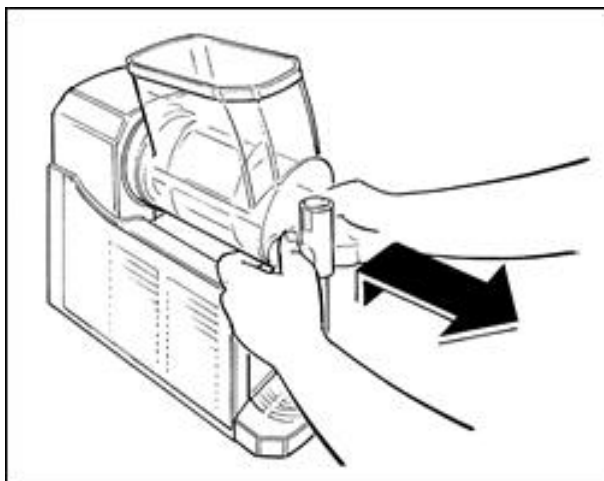

Fig. 6
- Tirare la vasca verso l'esterno per rimuoverla dalla propria sede (Fig. 6).